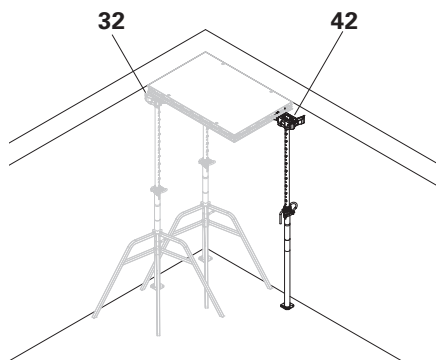

Fig. D2.14
1. Placer deux étais à tête d'étais DFH (32).
2. Accrocher le panneau DP (10) dans les têtes DFH.
3. Relever le panneau à l'aide de la barre de montage DUO (37) et le maintenir sur la barre de montage.
4. De l'intérieur, appliquer de biais le 3^{ème} étau à tête pour bande de décoffrage DBH (42) contre l'extrémité du panneau et le placer d'aplomb vers l'extérieur. Distance 1,275 m. Enlever la barre de montage. (Fig. D2.14)
5. Bloquer en position le panneau sur les deux voiles à l'aide du support mural DUO 82 (26).